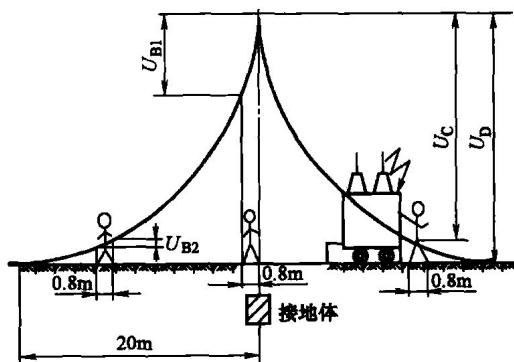

图 1-3 跨步电压触电
3) 跨步电压触电。当外壳接地的电气设备绝缘性能损坏而导致外壳带电，或导线断落发生单相接地故障时，电流由设备外壳经接地线、接地体（或由断落导线经接地点）流入大地，向四周扩散，在导线接地点及周围形成强电场。若有人经过这个区域，则在跨开的两脚之间会产生电压，导致触电，如图 1-3 所示。